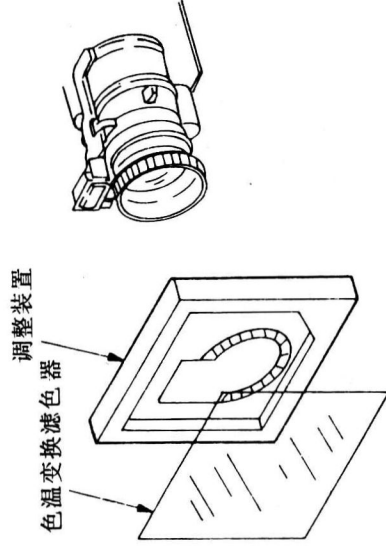

图 70
注: ① 将调整装置放置在镜头上, 在调整装置上再安置上色温变换滤色器, 如图 70 所示;